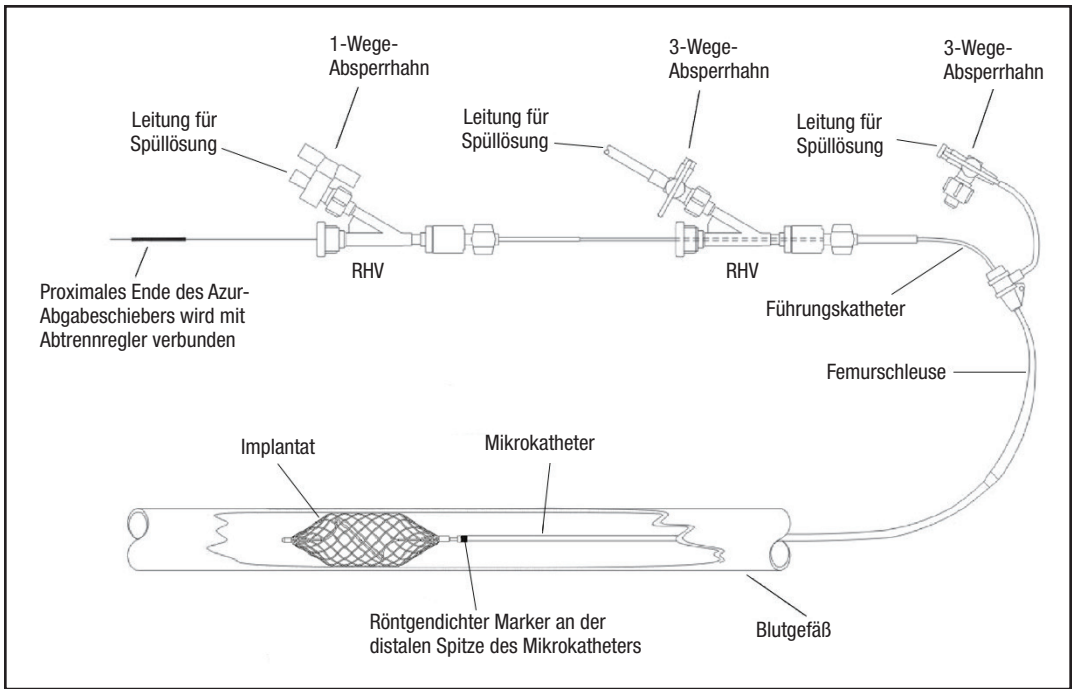

Abbildung 1 – Darstellung des Azur-System-Aufbaus
1. Das Darstellung des Aufbaus ist in Abbildung 1 dargestellt.